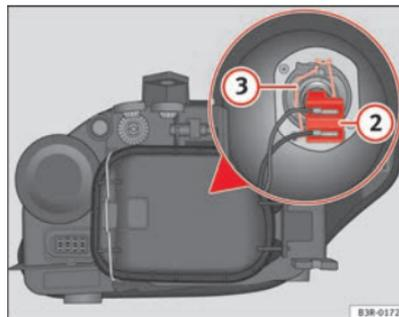

Abb. 209 Abblendlicht
- Ziehen Sie am Stecker ⇒ Abb. 209 (2) und nehmen Sie diesen so von der Lampe ab.
- Die Haltefeder ⇒ Abb. 209 (3) durch Eindrücken und Rechtsdrehung abnehmen.